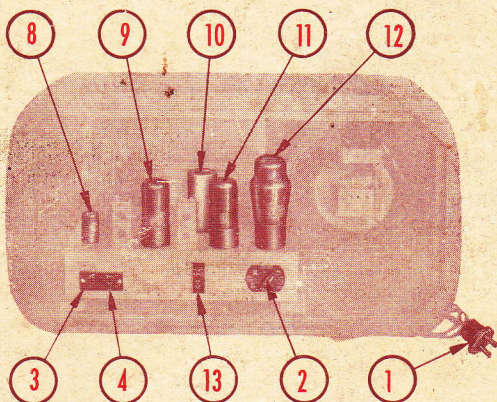

fig. 1
① ALIMENTAZIONE
② La spina 1 (fig. 1) deve essere collegata con una presa di corrente alternata la cui tensione sia compresa fra 110 e 220 volt.
Per alimentarlo con tensione diversa bisogna togliere il pannello posteriore ed innestare il ponticello 2 (fig. 1) nella presa contrassegnata con la tensione della rete. Se la rete ha una tensione variabile è prudente predisporre l'apparecchio per la massima tensione cui può essere sottoposto.
Buone condizioni di funzionamento si ottengono con un'antenna costituita da un filo isolato della lunghezza di 10-15 m teso possibilmente all'esterno lontano da pareti e collegato alla boccia 3 (fig. 1).
L'uso della presa di terra non è indispensabile, però un perfetto collegamento a terra migliora la ricezione. detto collegamento deve partire dalla boccia 4 (fig. 1).
a) collegare alle boccole 13 (fig. 1) il cavo proveniente dal fonorivelatore, avendo l'avvertenza di inserire il rivestimento schermato alla boccia M.
b) staccare il cavo d'antenna dalla boccia 3 (fig. 1).
Terminata la riproduzione di dischi, staccare il cavo del fonorivelatore dalle boccole 13 (fig. 1) e inserire il cavo d'antenna nella boccia 3 (fig. 1).